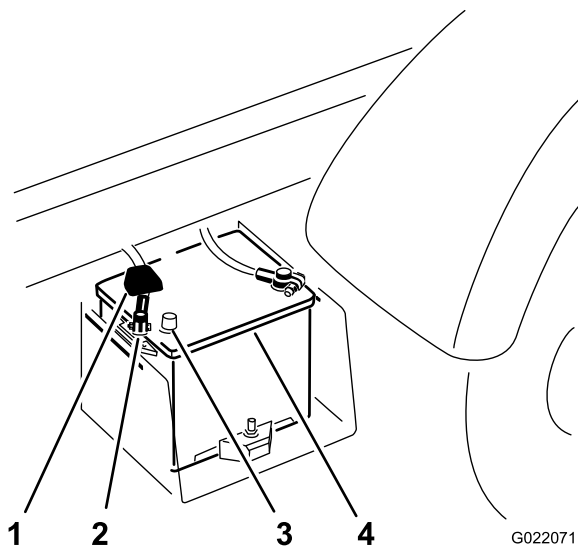

Figur 3
- A. Kläm batterikåpan för att frigöra flikarna från batterilådan (Figur 3).
- B. Ta bort batterikåpan från batterilådan (Figur 3).
2. Kläm åt batterikåpan, rikta in flikarna efter batterilådan och släpp batterikåpan (Figur 3). Se Förbereda montering av satsen.